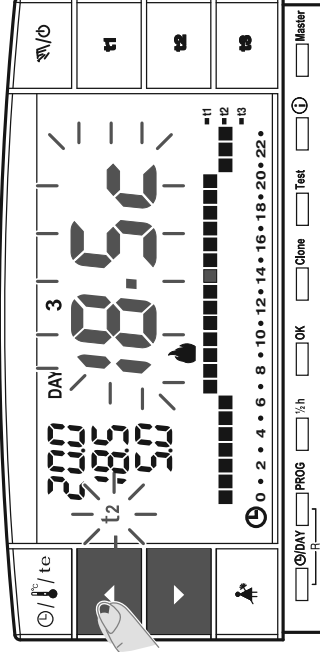

fig. 21
- Entro 8 secondi modificare la temperatura selezionata utilizzando i tasti **▲** **▼**; ad ogni impulso corrisponde una variazione di 0,5°C (fig. 21).